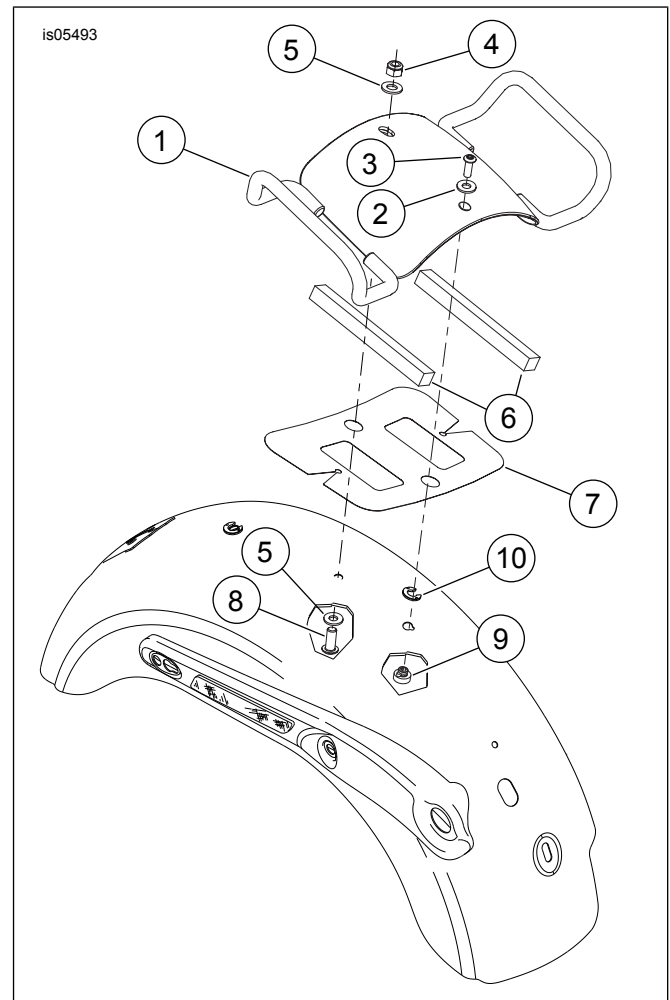

Figure 1. Pièces détachées : rail de maintien de passager
Voir Figure 1 et Tableau 1.
2. Voir Figure 1 et Tableau 1. Retirer le papier de l'adhésif de la mousse de séparation (6) et attacher la mousse sur le dessous du rail de maintien (1) le long des bords extérieurs.
3. Aligner les trous du ruban protecteur (7) avec les trous de montage du garde-boue et attacher le ruban au garde-boue.
4. Visser l'écrou de retenue de la selle (9) avec la rondelle de retenue (10).
5. Placer le rail de maintien sur les trous de montage et utiliser la rondelle (2) et la vis à capuchon à tête bombée (3) pour l'attacher à l'écrou de retenue de selle.
6. À partir du dessous du garde-boue, placer une vis à capuchon à tête bombée (8) et une rondelle (5) dans le garde-boue et le rail de maintien et attacher avec une rondelle (5) et un contre-écrou (4).